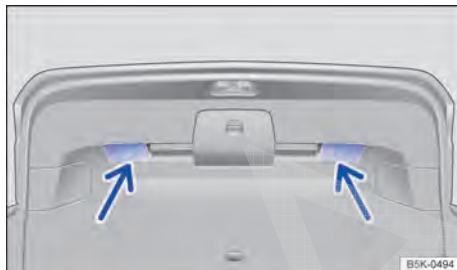

Fig. 71 Tampa do compartimento de bagagem aberta: rebaixos para puxar.
- Segurar um dos rebaixos do revestimento interno da tampa do compartimento de bagagem → Fig. 71 (setas).